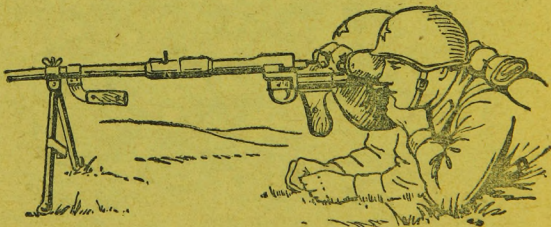

Рис. 17. Постановка ударника на предохранитель
5. При временном прекращении стрельбы (патрон в патроннике) поставить ударник на предохранительный взвод (рис. 17), оттянув его за крючок назад доотказа и повернув слева направо. После этого затвор открыть нельзя.